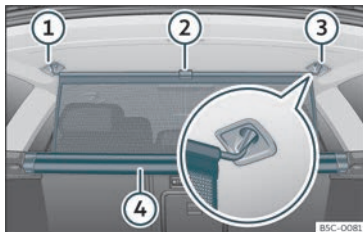

Fig. 121 Dans le coffre à bagages : attacher le filet de séparation.
- Tirez la languette »» fig. 121 ② vers le haut pour sortir le filet du boîtier ④.
- Attachez le filet de séparation au côté droit ou gauche ③ (image élargie).
- Attachez le filet de séparation dans le logement de l'autre côté ① en étirant la tringle.